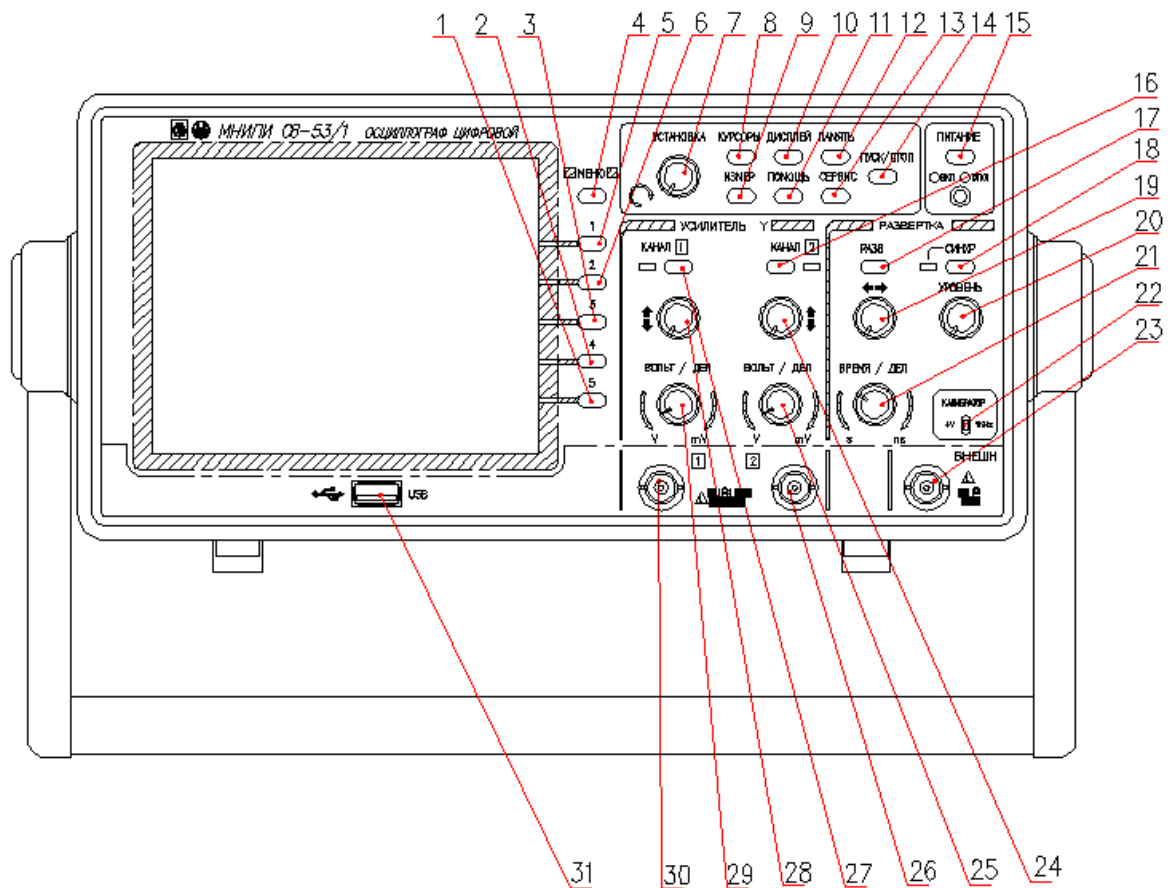

Рисунок 3
2.2.1.3 Справа от ЖКЭ расположены органы управления осциллографом (рисунок 3).
2.2.3.1.1 Органы управления каналами вертикального отклонения находятся в зоне «УСИЛИТЕЛЬ Y» (рисунок 3).